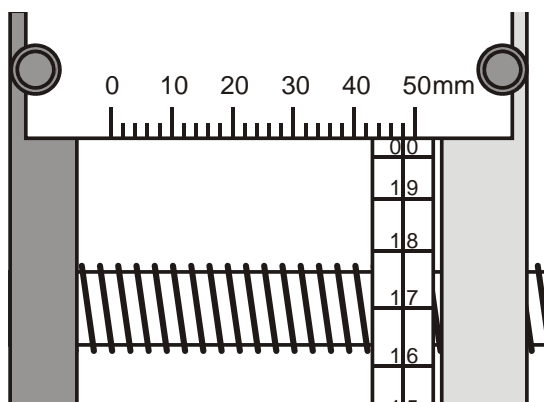

Fig. 2: Indicación de la posición 48 mm del émbolo
- Se aflojan los tornillos de la escala fija y se desplaza la escala lateralmente hasta que la división de 48 mm se encuentre exactamente sobre la división central de la escala giratoria (ver Fig. 2).